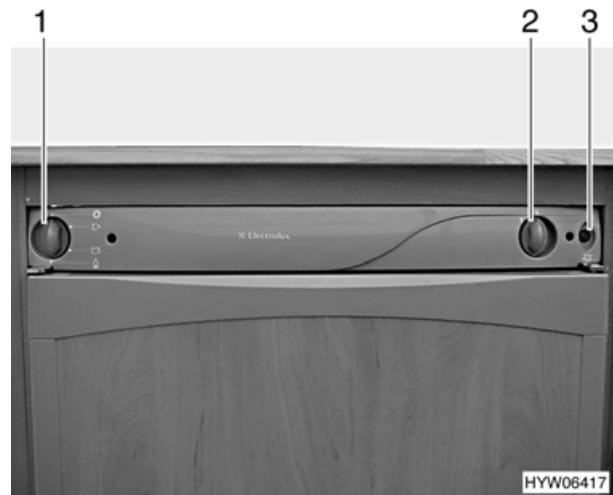

Bild 77 Bedienelemente für Kühlschrank (Variante 1)
- Energie-Wahlschalter (Bild 77,1) auf Gas  stellen.
- Drehregler (Bild 77,2) drücken und gedrückt halten. Die Gaszufuhr ist geöffnet. Der Zündvorgang erfolgt automatisch. Die Kontroll-Leuchte (Bild 77,3) blinkt und ein tickendes Geräusch ist hörbar, bis der Zündvorgang erfolgreich abgeschlossen ist.
- Drehregler (Bild 77,2) noch 10 bis 15 Sekunden gedrückt halten, dann loslassen. Falls die Flamme erlischt, wiederholt das Zündgerät automatisch den Zündvorgang.
- Energie-Wahlschalter (Bild 77,1) auf 0-Stellung drehen. Das Gerät ist abgeschaltet.
- Energie-Wahlschalter (Bild 77,1) auf 230-V-Betrieb  stellen.
- Kühltemperatur mit dem Drehregler (Bild 77,2) einstellen.
- Energie-Wahlschalter (Bild 77,1) auf 12-V-Betrieb  stellen.